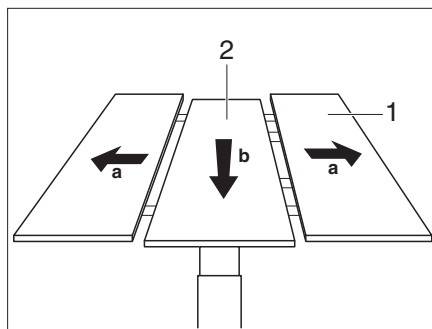

Fig. 105 Sollevamento della parte centrale
- Separare e allontanare le parti esterne (Fig. 105,1) del tavolo.
- Spingere con forza la parte centrale (Fig. 105,2) del tavolo verso il basso. La parte centrale viene spinta verso l'alto da una molla.
- Spingere con forza la parte centrale (Fig. 105,2) del tavolo verso il basso. La parte centrale si innesta in posizione inferiore.